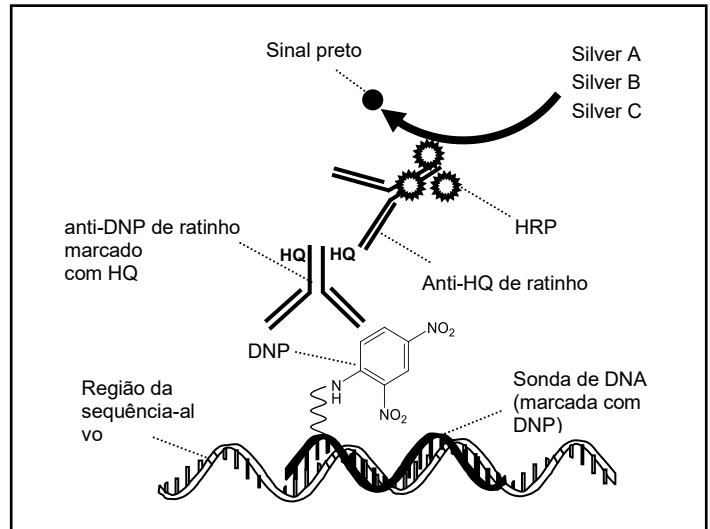

Figura 1. VENTANA Silver ISH DNP Detection
VENTANA Silver ISH DNP Detection Kit deteta sondas marcadas com DNP ligadas a uma sequência específica em secções de tecido fixado em formol e impregnado em parafina (FFPE). O kit de detecção contém um anticorpo primário e um anticorpo secundário com marcação enzimática conjugado com peroxidase de rábano (HRP), que é utilizada como enzima cromogénica. Durante o processo de coloração de ISH, as sondas marcadas com DNP são co-hibridadas com as suas respetivas sequências de DNA alvo específicas dentro dos núcleos celulares. VENTANA Silver ISH (SISH) DNP Detection Kit contém os seguintes dispensadores: anticorpo primário anti-DNP de rato marcado com hidroxiquinoxalina (HQ), conjugado de anticorpo secundário anti-HQ de rato para peroxidase de rábano (HRP), Chromogen A (Silver A), Chromogen B (Silver B) e Chromogen C (Silver C). Após incubação com o anticorpo primário anti-DNP de rato marcado com HQ e depois conjugado de anticorpo secundário HRP anti-HQ de rato, ocorre a reação SISH. Descrita de forma sucinta, esta reação é desencadeada pela adição sequencial dos cromogénios A (acetato de prata), B (hidroquinona) e C (H2O2). Aqui, os iões prata (Ag+) são reduzidos por hidroquinona em átomos de prata metálica (Ag0). Esta reação é alimentada pelo substrato de HRP, o peróxido de hidrogénio (Chromogen C). A Figura 1 ilustra a reação de SISH. A amostra é depois sujeita a coloração contrastante com Hematoxylin II para interpretação por microscopia ótica.